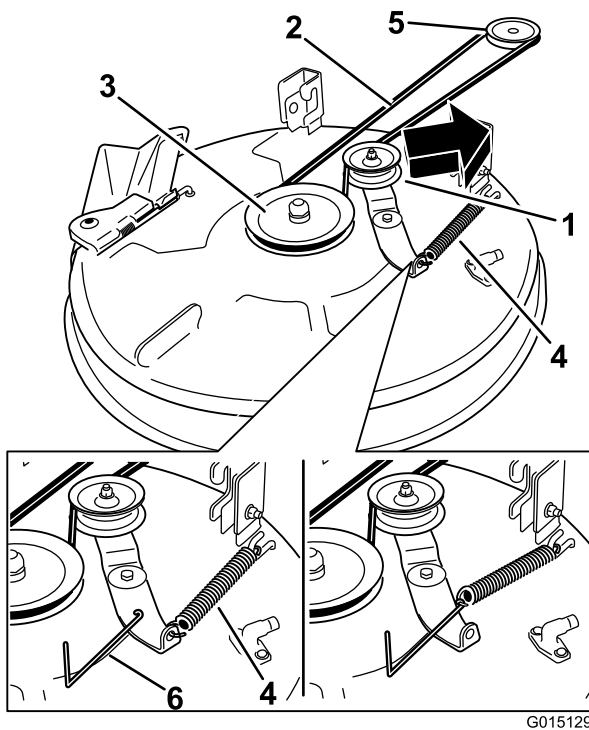

Figura 56
4. Utilizando um removedor de molas (peça Toro n.º 92-5771), remova a mola intermédia do gancho da plataforma para retirar tensão da polia intermédia e role a correia para fora das polias (Figura 56).
- Coloque a nova correia em redor da polia do motor e nas polias do cortador (Figura 56).
- Utilizando um removedor de molas (peça Toro n.º 92-5771), instale a mola intermédia por cima do gancho da plataforma para colocar tensão na polia intermédia e na correia do cortador (Figura 56).